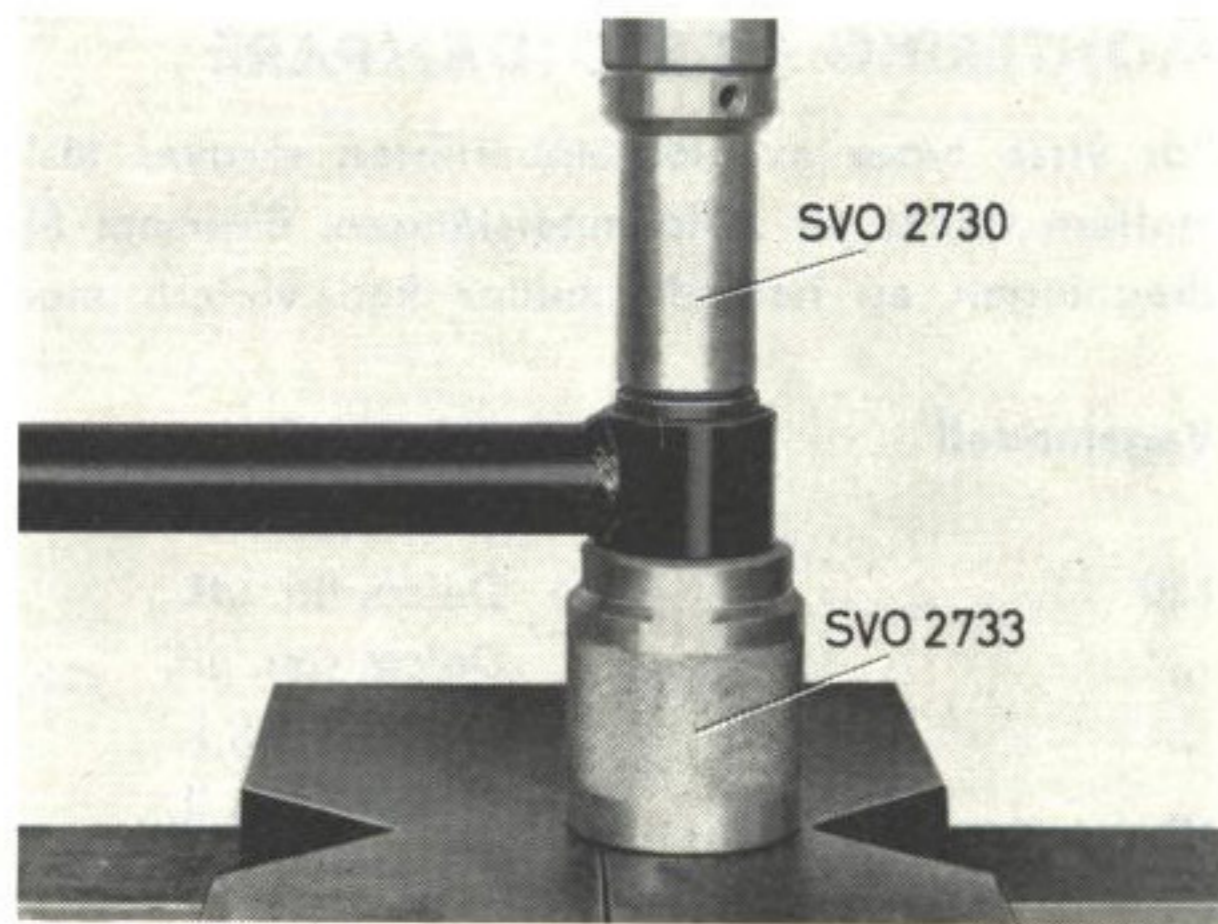
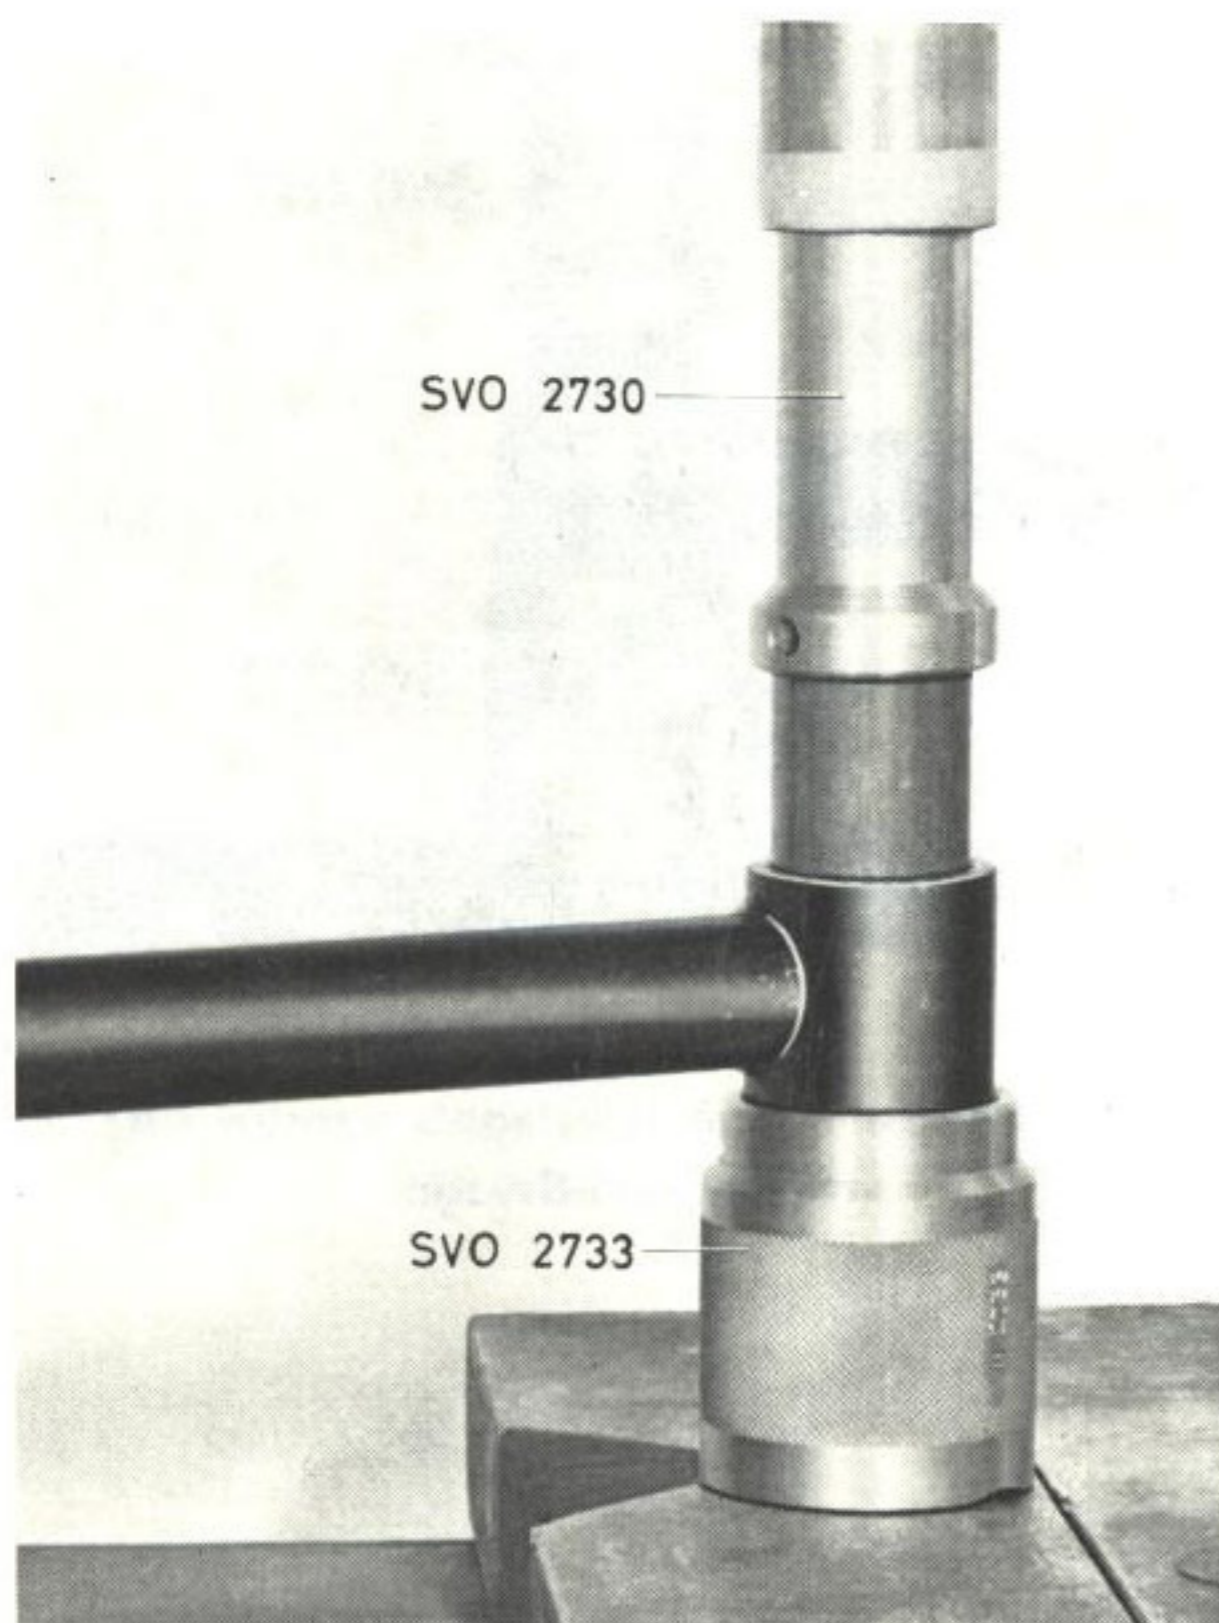
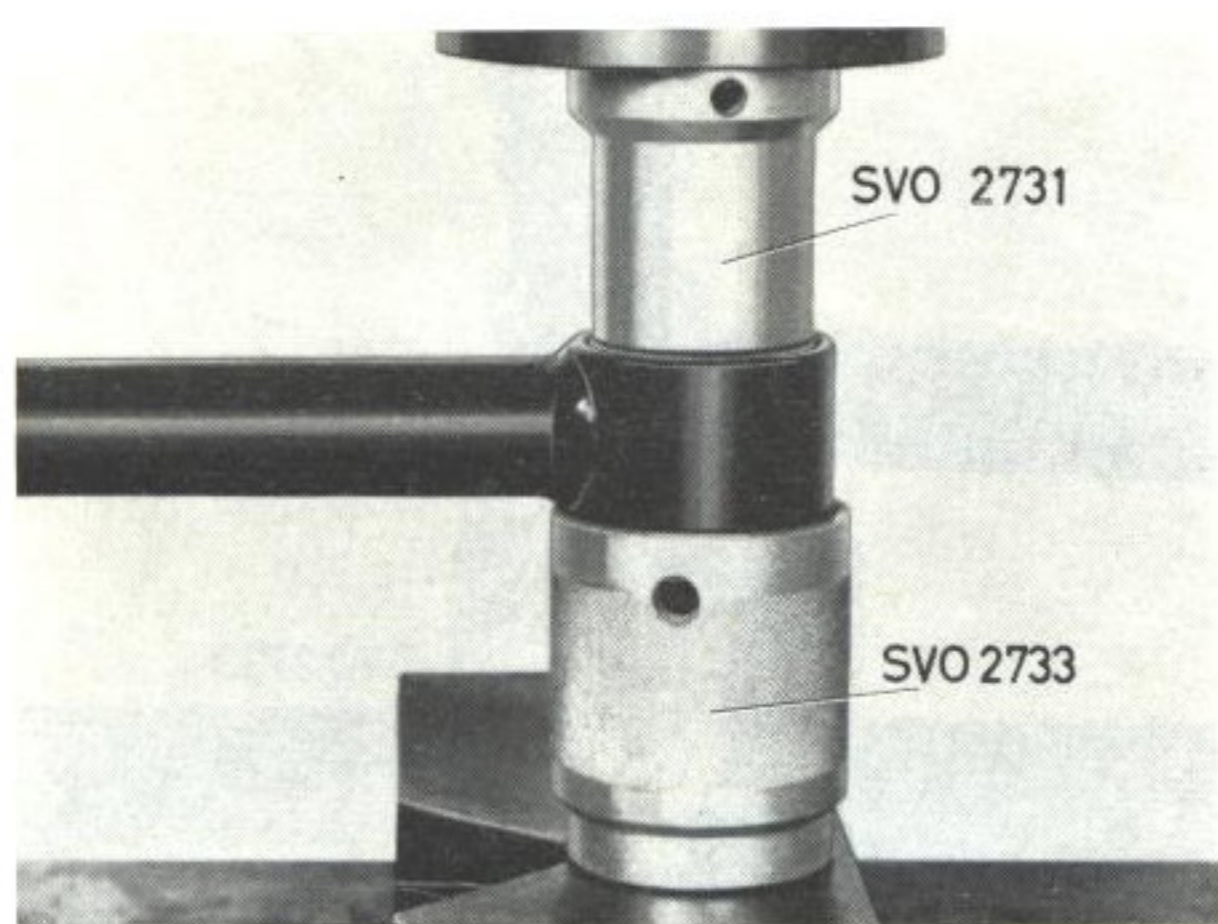
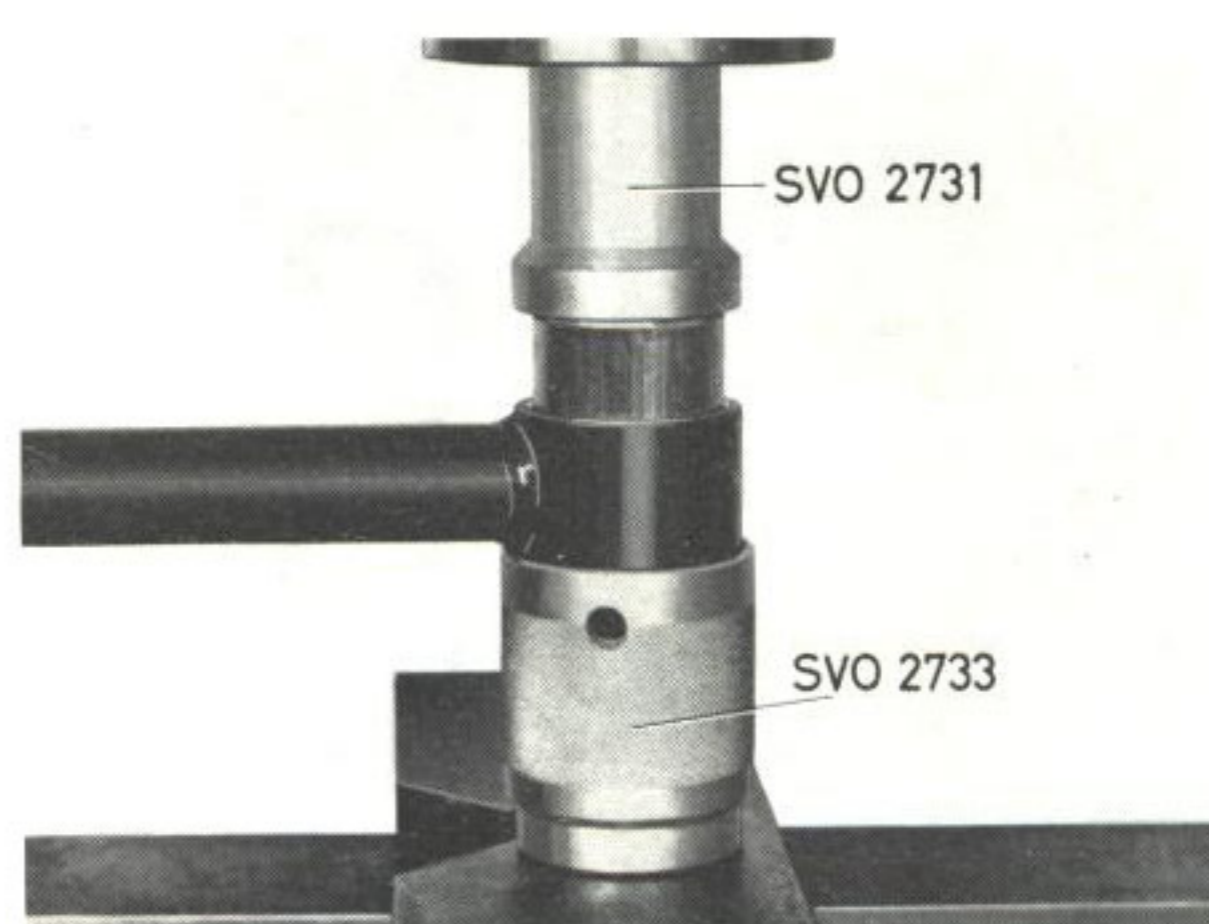

Bild 15.
Bild 16.
Bild 19.
Bild 20.
4. Pressa ur bussningen med den smala ändan av SVO 2730 (se bild 15).
5. Bussningen pressas i med den grövre ändan på samma verktyg (se bild 16).
4. Främre bussningen pressas ur med dorn SVO 2730 och med SVO 2733 som mothåll (se bild 15).
5. Bussningen pressas i med samma verktyg enl. bild 16.
Främre bussningen pressas ur och i med dorn SVO 2730 och mothåll SVO 2733 enl. bild 15 och 16.
Bärstagsbussningarna (se bild 15 och 17) förekommer i två utförande. Det tidigare utförandet med plåtmantlad cylindrisk gummibussning pressas ur med SVO 2730 med SVO 2733 som mothåll (se bild 15). Dessa bussningar pressas i med samma verktyg enl. bild 16.
På den högra sidan som har den mindre bussningen använder man SVO 2730 att pressa ur med, och SVO 2733 som mothåll (se bild 15). Ipressning sker med samma verktyg enl. bild 16. På den vänstra sidan använder man SVO 2731 att pressa ur med och SVO 2733 som mothåll (se bild 19). Ipressning sker med samma verktyg enligt bild 20.